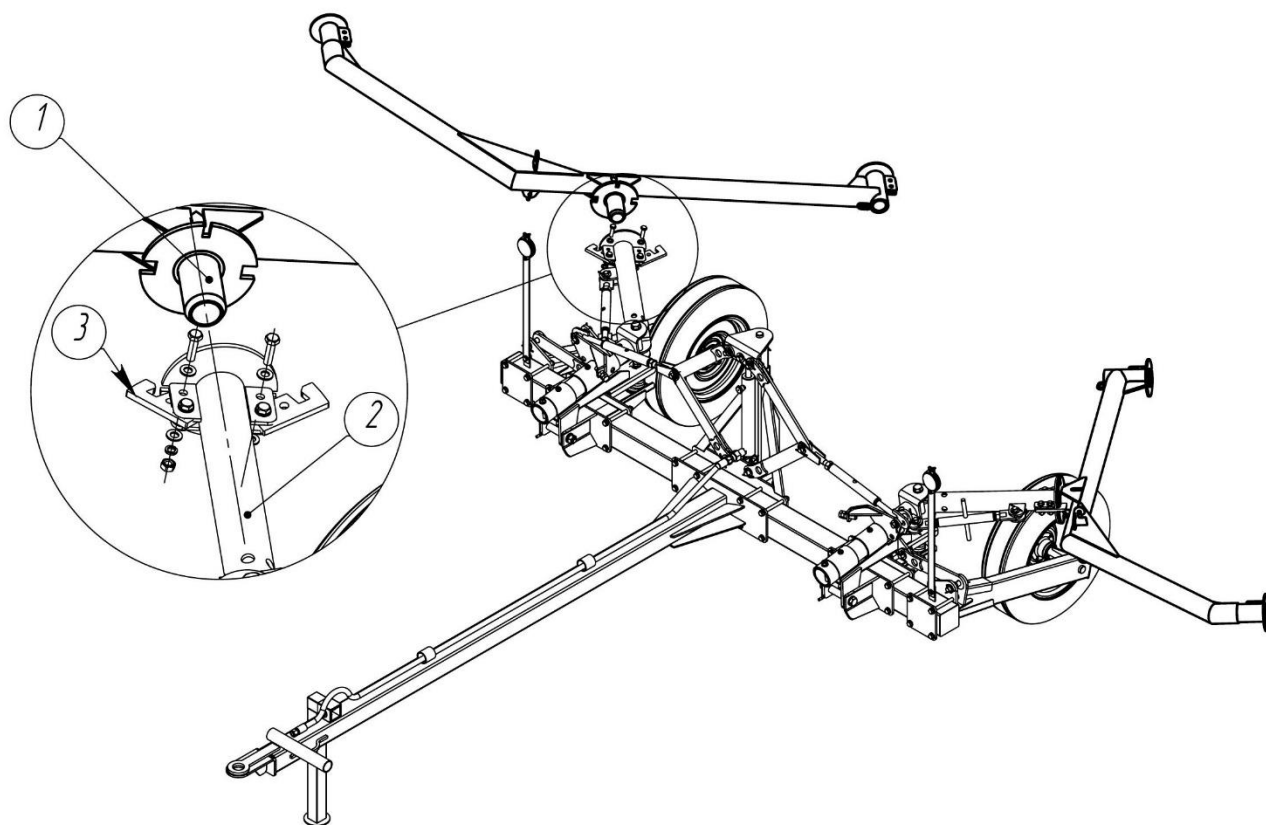

Рисунок 10 – Установка боковой секции
Для установки боковой секции (1) раскройте прижимы (3) разобрав болтовое соединение на поворотном механизме (2) установите боковую секцию (1) в посадочное место на поворотном механизме (2), закройте прижимы (3) собрав болтовое соединение (Рисунок 10).